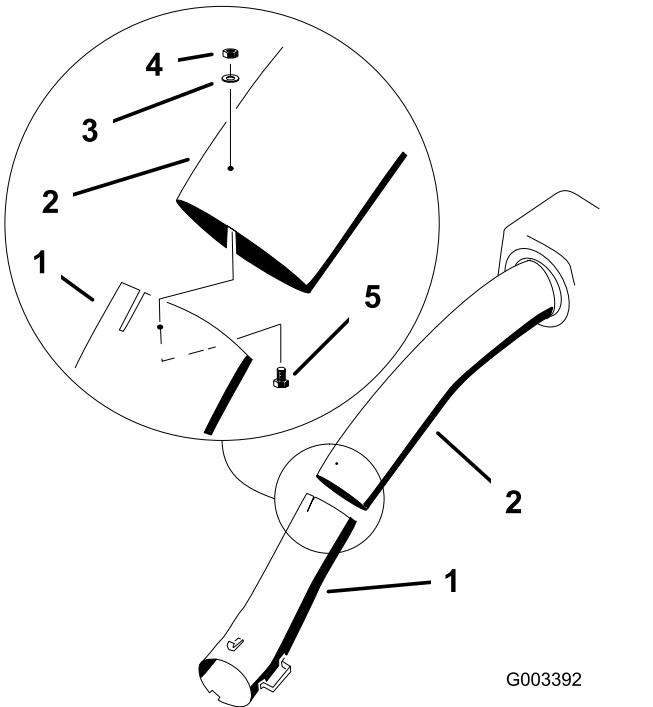

Bild 30
14. Verbinden Sie das obere und untere Rohr mit 3 Schrauben (Nr. 10 x $\frac{3}{4}$ "), 3 Flachscheiben (7/32") und 3 Sicherungsmuttern (Nr. 10), wie in Bild 30 abgebildet.